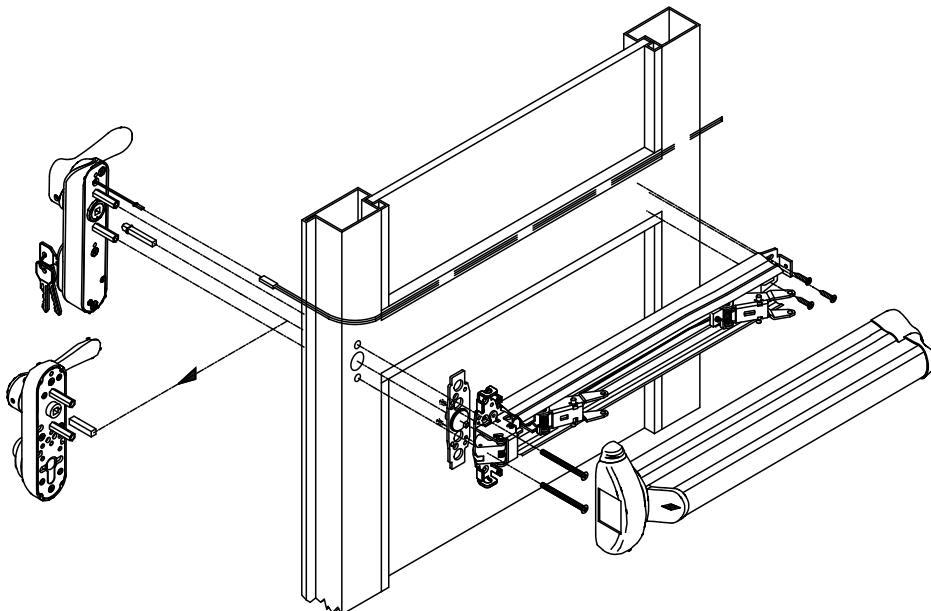
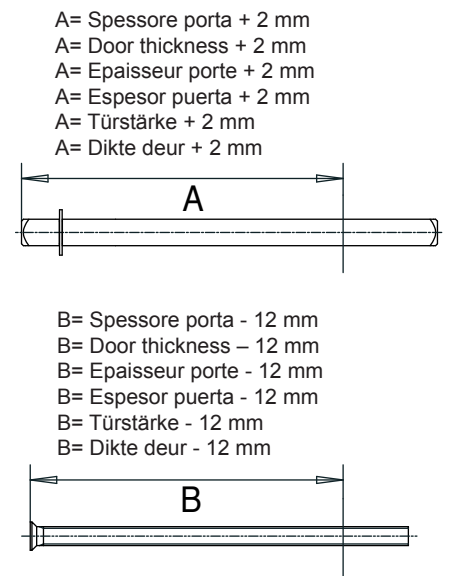

FIG. 6
FIG. 7
IT PREDISPOSIZIONE DELLA PORTA TAGLIAFUOCO PER IL MONTAGGIO CON MANIGLIONE AD APPLICARE CON ELETTRMANIGLIA art. 1.07074.80.0 (Fig. 6 - Fig. 7)
- 3B. tagliare quadri e viti secondo le dimensioni indicate in fig. 7;
EN PRE-SETTING A FIRE DOOR FOR INSTALLATION OF A RIM VERSION PANIC EXIT DEVICE WITH ELECTRIC HANDLE item 1.07074.80.0 (Fig. 6 - Fig. 7)
FR PREPARATION DE LA PORTE COUPE-FEU POUR LE MONTAGE DE LA BARRE ANTIPANIQUE A APPLIQUER DOTEE D'UN DISPOSITIF ELECTRIQUE art. 1.07074.80.0 (Fig. 6 - Fig. 7)
- 3B. couper tableaux et vis en respectant les dimensions indiquées sur la fig. 7 ;
ES PREPARACIÓN DE LA PUERTA CORTAFUEGOS PARA EL MONTAJE CON BARRA APLICADA CON ELECTROMANILLA Art. 1.07074.80.0 (Fig. 6 - Fig. 7)
- 3B. Corte los cuadrados y tornillos según las dimensiones indicadas en la Fig. 7;
DE VORBEREITUNG DER BRANDSCHUTZTÜR FÜR DIE MONTAGE EINER BETÄTIGUNGSSTANGE IN AUFSETZAUSFÜHRUNG MIT ELEKTRODRÜCKER Art. 1.07074.80.0 (Abb. 6. - Abb. 7)
- 3B. Die Vierkantstäbe und die Schrauben auf die in Abb. 7 angegebenen Maße ablängen;
NL VOORBEREIDING VAN DE BRANDDEUR OP MONTAGE VAN ELEKTRISCHE HANDGREEP VOOR MONTAGE art. 1.07074.80.0 (Fig. 6 - Fig. 7)
- 3B. snijd vierkantstiften en schroeven op de afmetingen die staan aangegeven in fig.7;